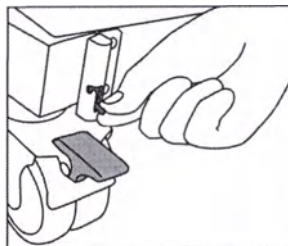

Рисунок 14
- 6) Зафиксировать оба несущих колеса блока излучателя фиксаторами в положение «прямо» – см. рисунок 14.